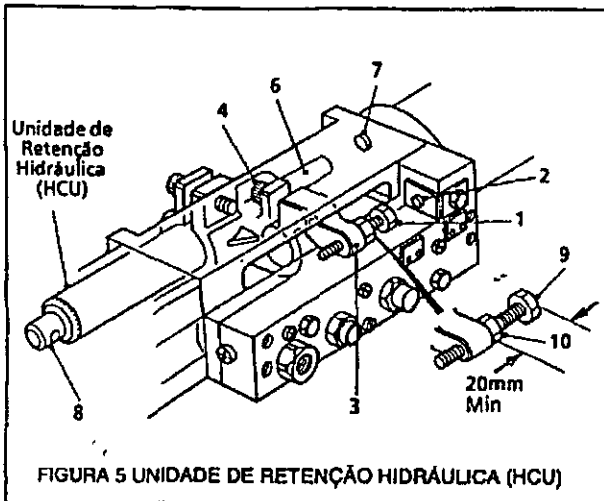

FIGURA 5 UNIDADE DE RETENÇÃO HIDRÁULICA (HCU)
REGULAÇÃO DA OPERAÇÃO DE PERFURAÇÃO (Ver Figura 5)
Utilizar (9), Figura 5, para o ajustamento de profundidade final.
Tranque utilizando (10), Figura 5.
A extremidade do macho da rosca TEM de estar pelo menos 14mm acima do bloco de ensaio para permitir o curso da engrenagem de Inversão da cabeça do macho da rosca. Regule o espaço entre (2) e (1), Figura 5, de forma a ficar igual à profundidade da abertura de rosca MAIS a distância a que o macho de rosca está acima da peça a ser trabalhada.